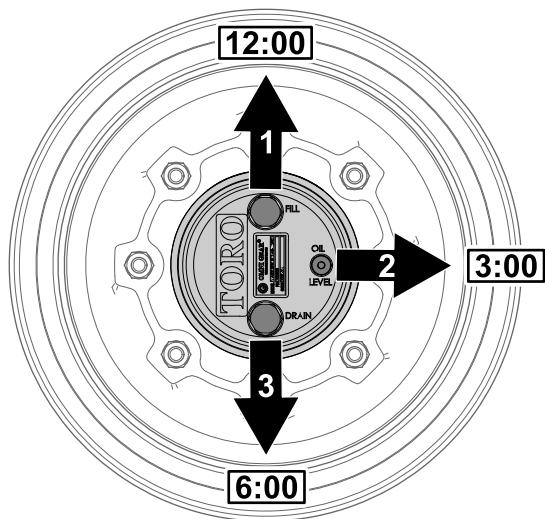

Bild 98
1. Parken Sie die Maschine auf einer ebenen Fläche und positionieren Sie das Rad so, dass die Füllschraube auf 12 Uhr, die Prüfschraube auf 3 Uhr und die Ablassschraube auf 6 Uhr steht (Bild 98).
2. Entfernen Sie die Prüfschraube, die auf 3 Uhr steht (Bild 98).
1. Parken Sie die Maschine auf einer ebenen Fläche und positionieren Sie das Rad so, dass die Füllschraube auf 12 Uhr, die Prüfschraube auf 3 Uhr und die Ablassschraube auf 6 Uhr steht, siehe Bild 98 in Prüfen des Ölstands im Planetengetriebe (Seite 70).